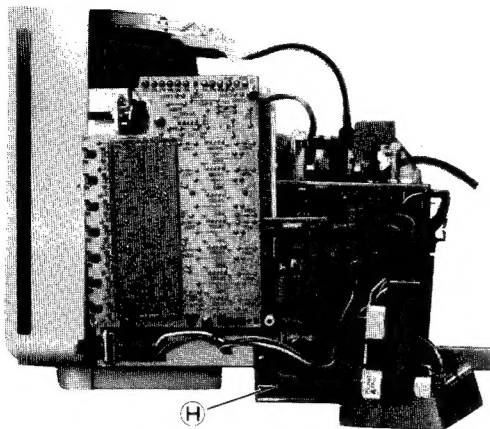

Fig. 9 Abb. 9
1. Remove the rivet ⑨ as in fig. 9.
1. Die Arretierung "H" wie in Abb. 9 entfernen.